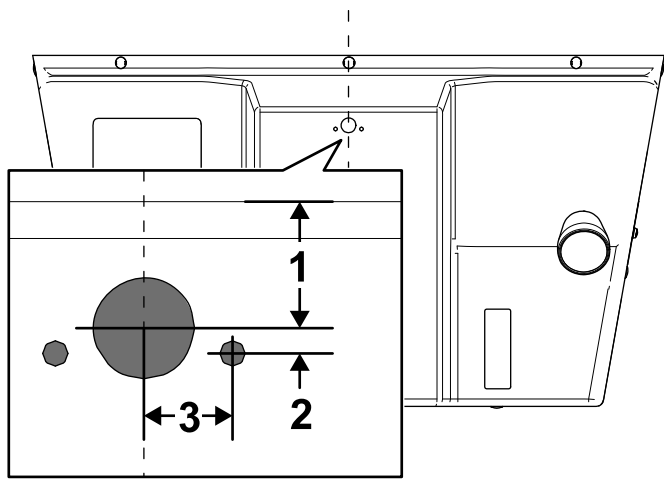
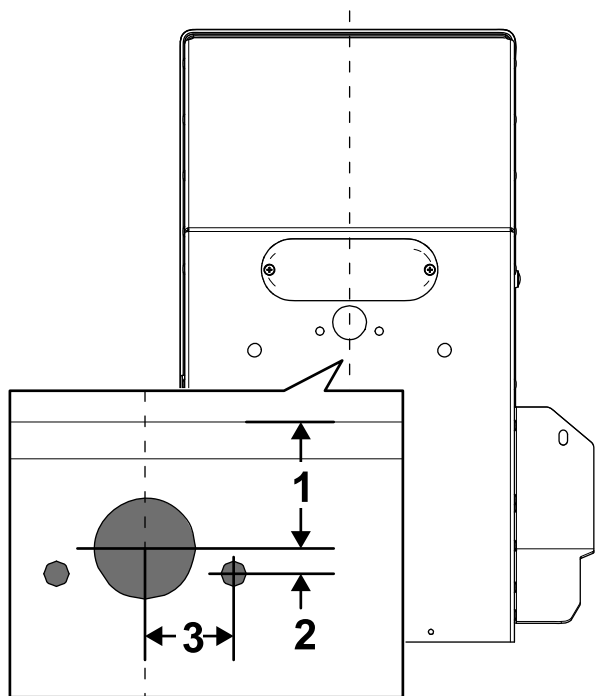

Figure 3
Figure 4
3. Repérez et percez un trou (1 po) au centre du capot arrière en vous aidant des mesures données à la Figure 3 et la Figure 4.
4. Repérez et percez 2 trous (¼ po) dans le capot arrière en vous aidant des mesures données à la Figure 3 et la Figure 4.